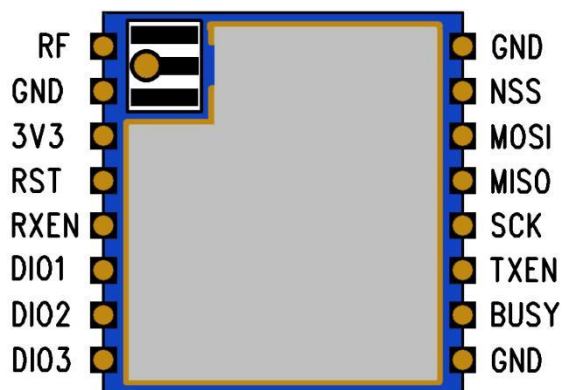

图 4. RC68D 引脚定义图（Top View）
- 2、允许回流焊次数：2次，基于以下回流焊(条件)(见图4)；
- 3、温度曲线：回流焊应按照下列温度曲线(见图4)；